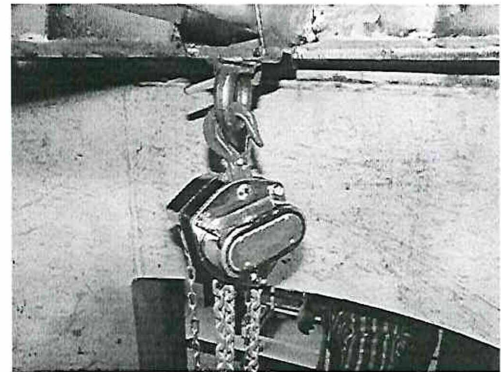

Рис. 19: Подвешивание цепной тяги
1. Поверните монтажный кран в направлении двери обслуживания QZ. При этом переместите ее за ручку в требуемую позицию. Разведите кронштейн 1 и кронштейн 2 и поставьте над цепной головкой. Смонтируйте цепную тягу на подвеске (Рис. 19).